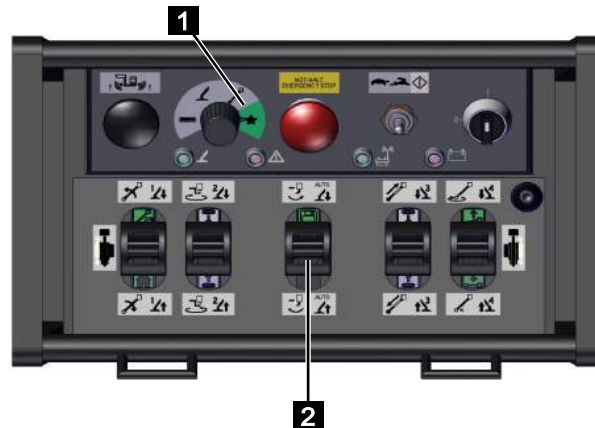

Fig. 140
2. Placer le sélecteur de fonction (Fig.140/1) sur [Fonction spéciale] (vert).
3. Manipuler le levier de commande (Fig.140/2) conformément au tableau suivant.